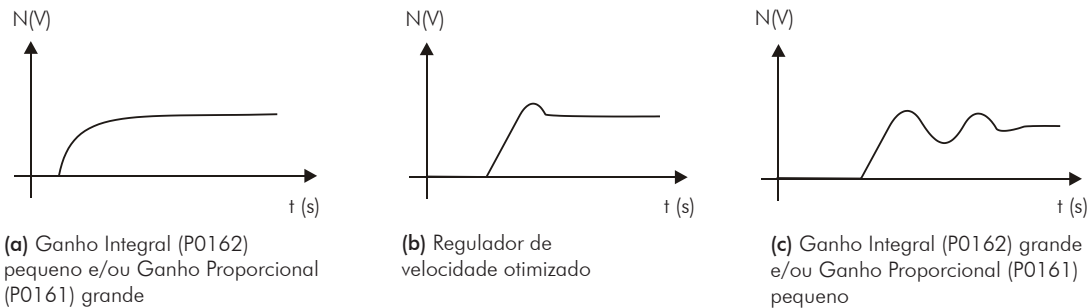

Figura 11.4 (a) a (c) - Tipos de resposta do regulador de velocidade
6. Verifique dentre as opções da figura 11.4 qual a forma de onda que melhor representa o sinal lido.
7. Ajuste P0161 e P0162 em função do tipo de resposta apresentada na figura 11.4.